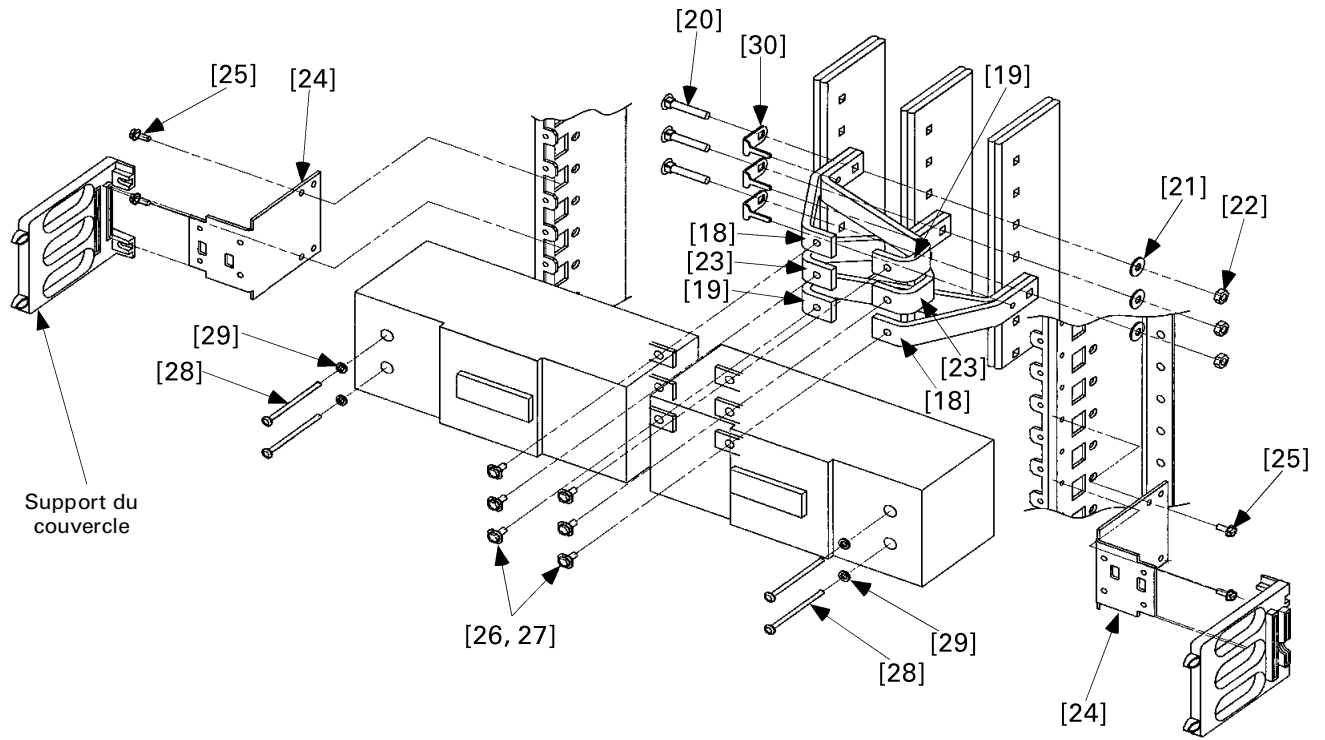
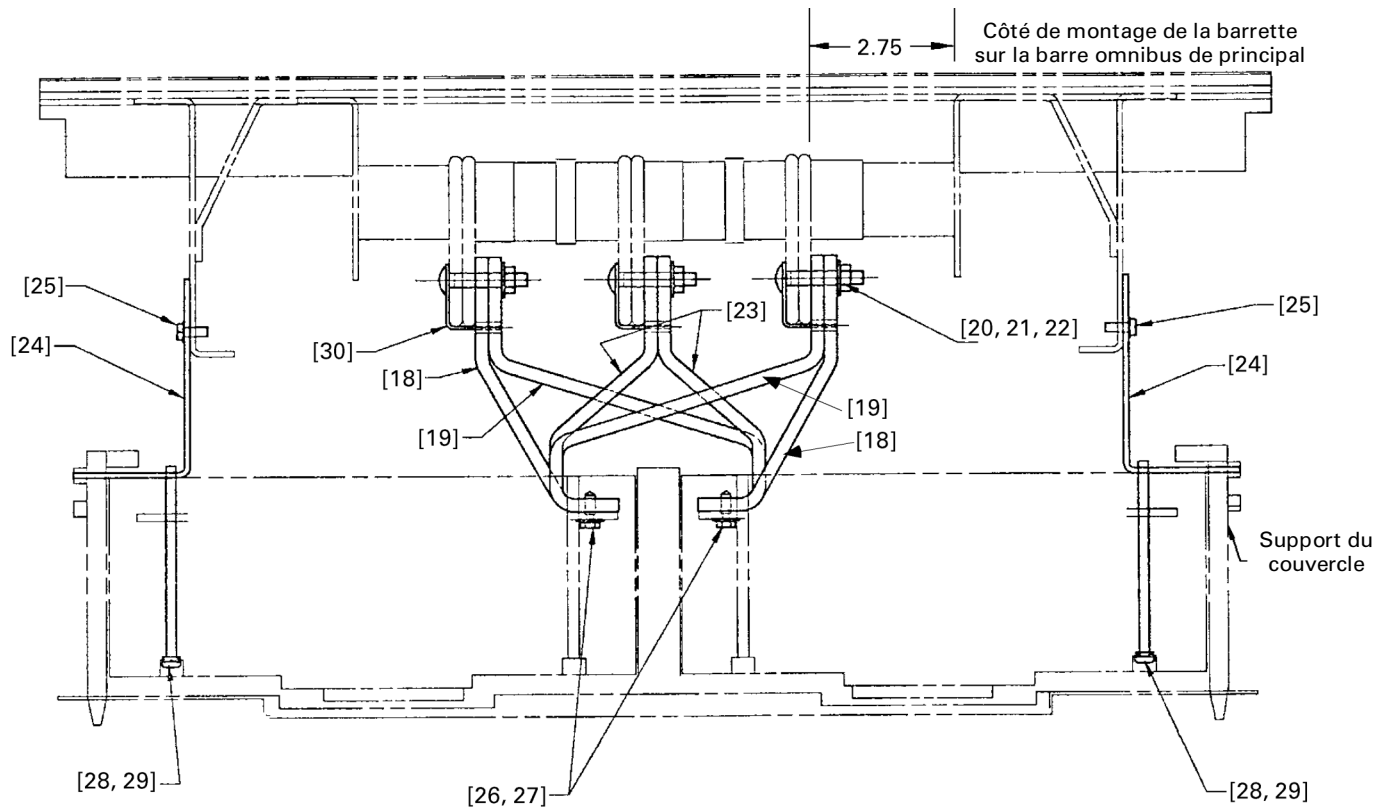

Figure 4. Assemblage de disjoncteur double avec boulonnage, en pièces détachées.
Figure 5. Assemblage de disjoncteur double avec boulonnage, vue du bout.
- b. Disjoncteurs à dérivation double.** Installer les barrettes de disjoncteur en commençant par les pôles les plus à l'extérieur, comme montré aux Figures 4 et 5. Glisser la pince anti-rotation [30] par-dessus la tige carrée d'un boulon de carrosserie [20]. Insérer l'assemblage du boulon de carrosserie dans le trou carré à l'avant de manière à ce que la tige repose sur le dessus de la barre omnibus verticale.
Aligner le trou carré dans les barrettes [18 & 19] avec le boulon de carrosserie [20] et le glisser contre la barre omnibus verticale, de manière à ce que la tige sur la pince anti-rotation [30] soit insérée dans le petit trou sur la barrette, comme montré aux Figures 4 et 5.
Fixer l'assemblage complet de la barrette à la barre omnibus verticale avec la rondelle Belleville [21] et l'écrou [22]. Serrer la connexion à la main à ce point-ci. Répéter le processus sur les barrettes de pôle du centre [23] et installer ensuite les dernières barrettes [18 & 19], comme montré à la Figure 4 et à la Figure 5.